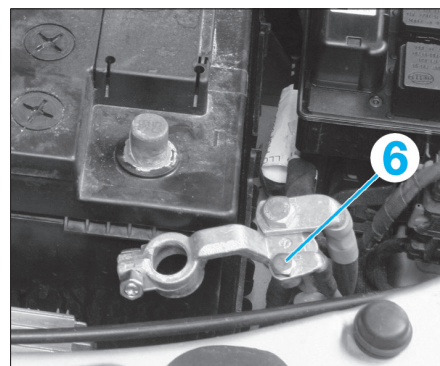

FIG. 8
- le câble de masse (6) (fig. 8).